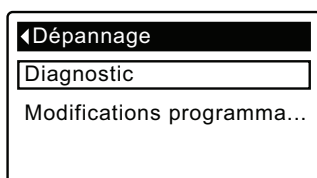

FIG. 78
2. Pour voir l'écran de diagnostic à partir d'un écran d'état dynamique (lorsqu'un code d'erreur n'est pas affiché), appuyez sur le SÉLECTEUR (O) pour ouvrir le **Menu principal**.
4. Appuyez sur le SÉLECTEUR (O) pour afficher le menu des Fonctions avancées.
6. Appuyez sur le SÉLECTEUR (O) pour afficher le menu Dépannage (cf. Figure 78).
1. À partir d'un écran d'état dynamique, appuyez sur le SÉLECTEUR (O) pour afficher le **Menu principal**.
3. Appuyez sur le SÉLECTEUR (O) pour afficher le menu des Fonctions avancées.
5. Appuyez sur le SÉLECTEUR (O) pour afficher le menu Dépannage (cf. Figure 78).
- **Annuler** vous fait revenir au menu de dépannage (Figure 78).
9. Appuyez sur le SÉLECTEUR (O).